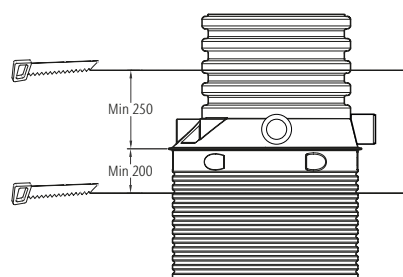

Fig. 11
- 10 Såga av halsen till rätt längd och montera den runda Ø 16 mm packningen i det nedersta spåret på halsen (fig. 11) samt stoppringen i andra spåret ovanför.